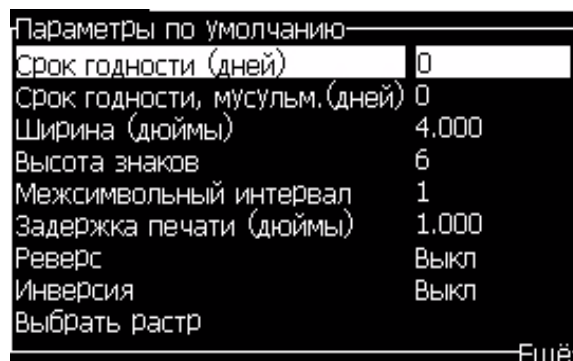

Рисунок 5-16: Диалоговое окно “Default Parameters” (параметры по умолчанию)
Различные доступные параметры (“*Messages Default Parameters*” (параметры> сообщений по умолчанию)) отображены в Таблица 5-12 и Рисунок 5-16 на странице 5-28.
- 2 Выберите опцию "Default Parameters" (параметры по умолчанию) (Рисунок 5-16 на странице 5-28) для редактирования значений параметров.